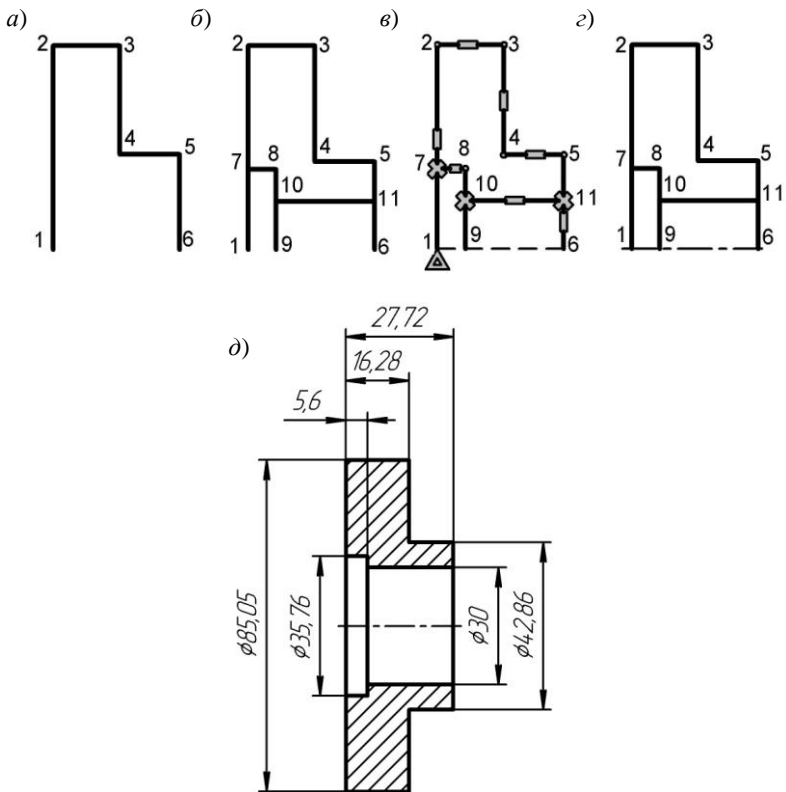

Рис. 3. Этапы создания параметрического фрагмента
2. Включите режим **Ортогональное черчение** одноименной кнопкой на панели *Текущее состояние*. Примерно сохраняя пропорции заданного изделия (длины отрезков могут быть заданы произвольно) и, используя команду *Непрерывный ввод объектов*, выполните построения в последовательности, указанной на рис.3, а, б. Используйте привязки *Выравнивание* и *Точка на кривой*.
4. Включите на панели *Параметризация* кнопку *Отобразить ограничения* и оцените произведенные построения (рис. 3, в).
6. Используя команду *Осевая линия по двум точкам* панели *Обозначения*, постройте осевую линию через точки 1 и б (рис. 3, г).
2. Захватите мышью любую точку на чертеже и потяните ее. Изменится конфигурация детали. Ассоциативные штриховка и размеры также изменятся в соответствии с изменившейся формой детали (рис. 3, д).
2. Вставленный в чертёж фрагмент сохраняет все свои параметрические свойства за исключением фиксированных точек. Зафиксируйте точку 1 (см. рис. 3) с помощью соответствующей команды панели *Параметризация*.